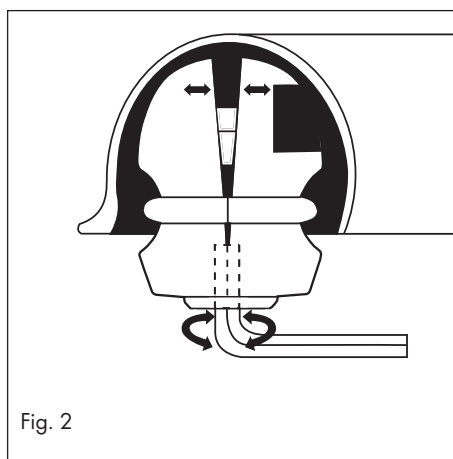

Fig. 2
5. Tournez la clé pour vis à six pans creux dans le sens inverse des aiguilles d'une montre jusqu'à ce que l'antivol pour remorque soit fermement positionné dans l'attelage (voir fig. 2).
3. Tournez la clé pour vis à six pans creux dans le sens des aiguilles d'une montre jusqu'à ce que l'antivol pour remorque puisse être retiré de l'attelage (voir fig. 2).